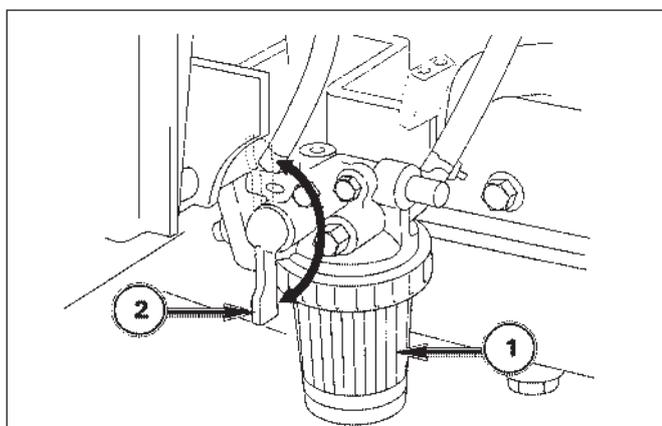

FIG. 6-26
**FIG. 6-26:** Le filtre à carburant, 1, est situé du côté droit du moteur et sert à éviter que les impuretés du carburant atteignent la pompe d'injection. Le filtre à carburant comprend un robinet, 2, pour faciliter l'entretien du filtre.